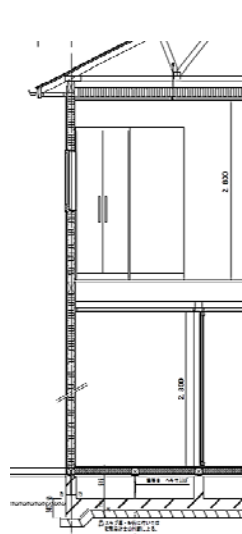

図 2-1<高さの合理化>
- (1) 階高設定を1・2階共H=3130mm、また胴差と軒桁をH=180mmを基本とする事で材の標準化を行い、加工及び施工の省力化を図る。(図2-1)